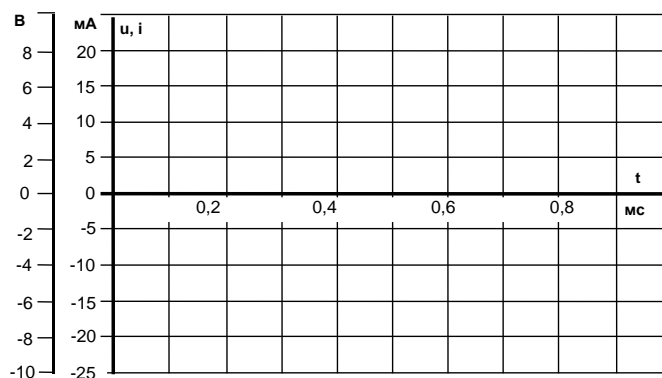

Рисунок 7.3. График результатов измерений
- Перенесите данные осциллографирования напряжения и тока катушки на график (рис. 7.3), определите фазовый сдвиг между синусоидами напряжения и тока катушки индуктивности.